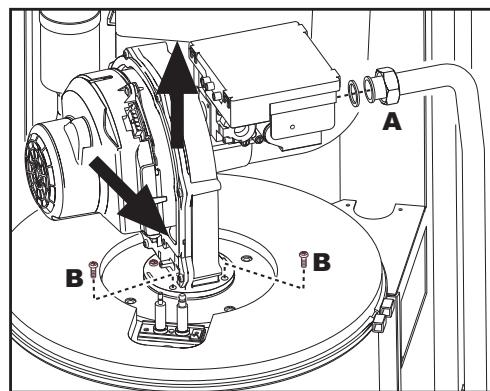
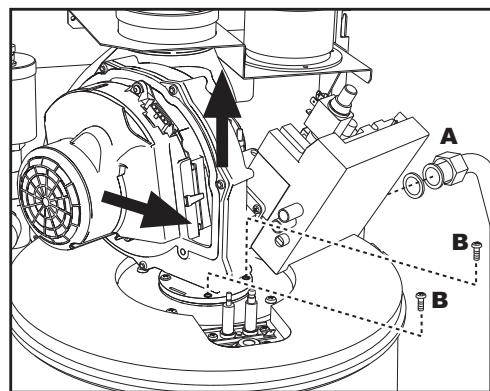

fig. 54 - modèle ENERGY TOP B 80 - 160
fig. 55 - modèle ENERGY TOP B 125 - 250
4. Dévisser le papillon "A" de fixation de la vanne de gaz (fig. 54 et fig. 55).
5. Dévisser les deux vis "B" de fixation, puis ôter le groupe du ventilateur, comme indiqué sur fig. 54 pour le modèle ENERGY TOP B 80 - 160 et fig. 55 pour le modèle ENERGY TOP B 125 - 250.